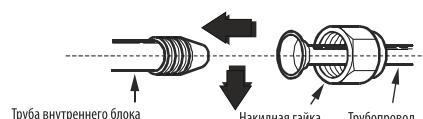

Рис. 51
- I Закрутите гайку руками, после чего затяните ее рожковым и динамометрическим ключами, как показано на рис. 51 и 52.
1. Открутив винт крепления, снимите крышку распределительной коробки наружного блока, как показано на рис. 51.